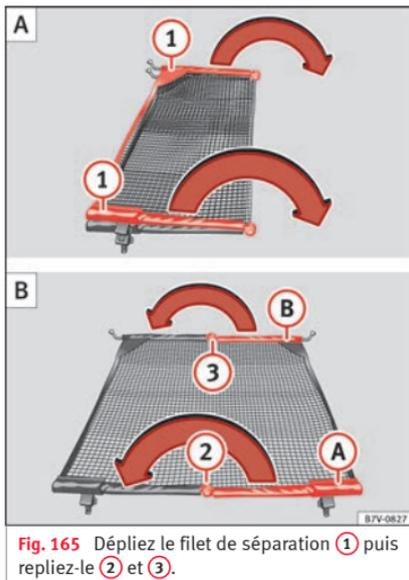

Fig. 165 Dépliez le filet de séparation ① puis repliez-le ② et ③.
Dépliez entièrement les barres transversales du filet de séparation » fig. 165 ① dans le sens de la flèche jusqu'à ce que vous entendiez un « clic ».
- Appuyez sur le bouton de déverrouillage » fig. 165 ② puis pliez la barre ① dans le sens de la flèche avec le bouton de déverrouillage enfoncé.
- Appuyez sur le bouton de déverrouillage » fig. 165 ③ puis pliez la barre ② dans le sens de la flèche avec le bouton de déverrouillage enfoncé.